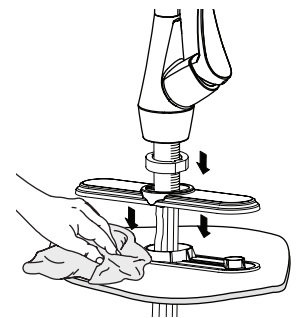

Fig. 1.6
- Enlever l'excédent de mastic, déposer la **plaque décorative** sur le **support de plastique** et insérer les 4 boyaux ainsi que le **tube fileté** dans le trou (fig. 1.6).
- Remove the excess glue, put in the **deck plate** on the **plastic panel** and insert the four hoses and the **threaded tube** into the hole (fig. 1.6)